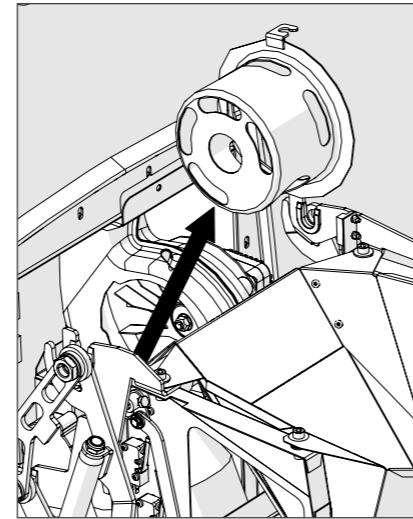

Bild 11
- Ta bort fläktanslutningen. Frigör den från fästskskruven genom att vrida den något bakåt. Lyft sedan ut den (bild 11).